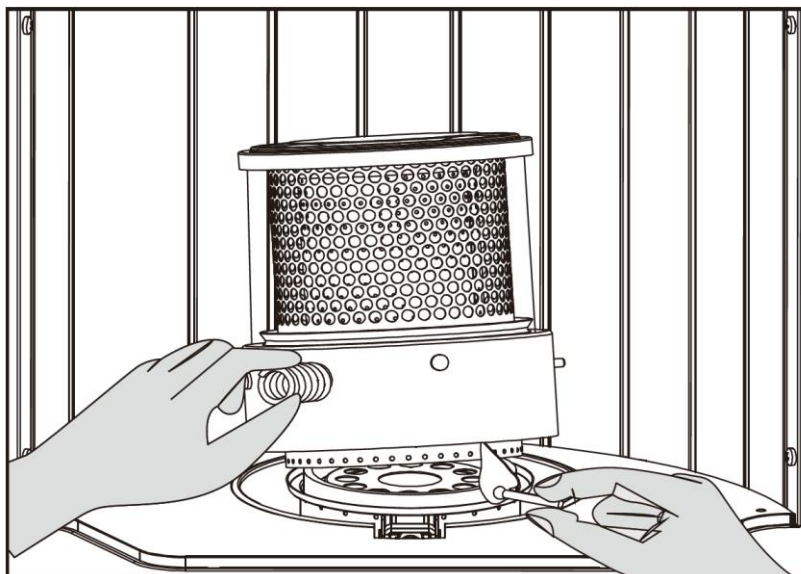

Bild 6.
3. Lyft upp vecken och öppna skydds nätet. Ta bort eldcylindern i enlighet med bild 6. Tänd vecken på 2–3 ställen med en tändsticka.